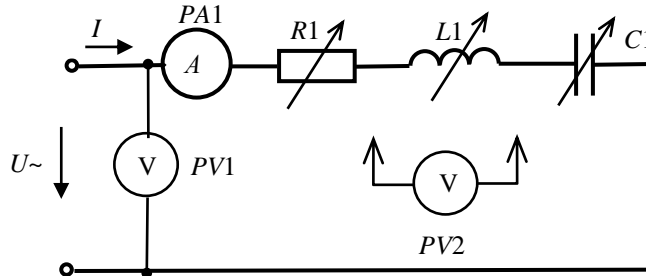

Рис. 10 Схема исследуемой цепи
2. Соберите цепь в соответствии с рис.10. На вход цепи подключите выход функционального генератора. Ручку регулировки амплитуды в блоке «Функциональный генератор» установите в ноль, повернув ее против часовой стрелки до упора. Параметры элементов цепи задайте в соответствии с номером варианта (табл.1). В качестве измерительных приборов используйте ампервольтметры блока «Измерительные приборы», задав для них соответствующие режимы работы. Представьте цепь для проверки.